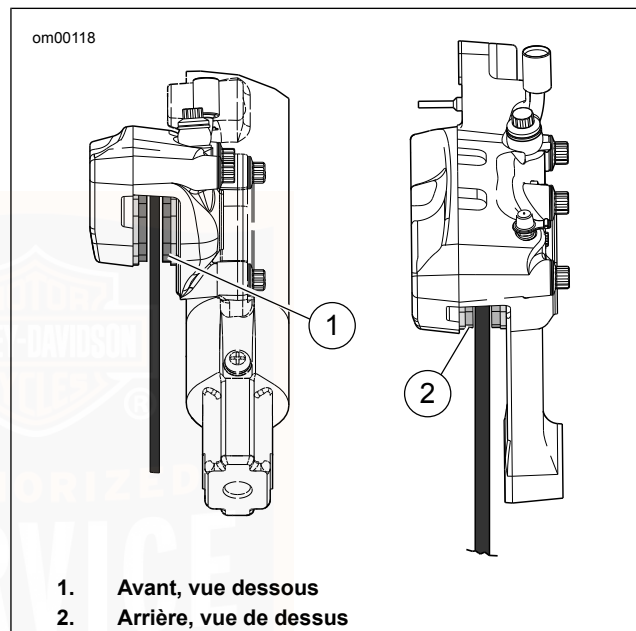

Figure 60. Matériau de friction des freins
2. Voir Figure 60. Mesurer l'épaisseur du matériau de friction de la plaquette de frein.